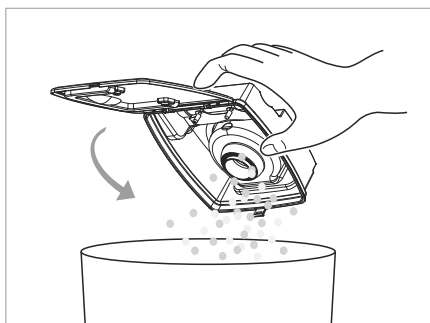

Abb. 11
- 4) Entleeren Sie den Inhalt des Staubbehälters **14** in einen Abfallbehälter (siehe Abb. 11).